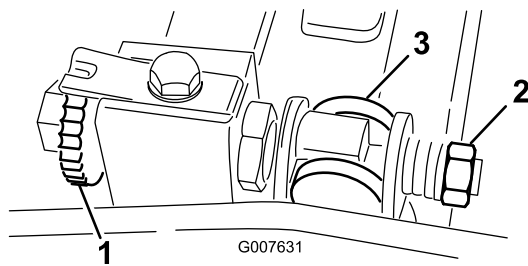

Bild 54
1. Drehen Sie die Einstellschraube des Untermesserträgers nach links, um den Abstand zwischen Untermesser und Spindel zu vergrößern (Bild 54).
2. Drehen Sie die Federspannungsmutter so weit hinaus, bis die Scheibe nicht mehr gegen den Untermesserträger angespannt ist (Bild 54).